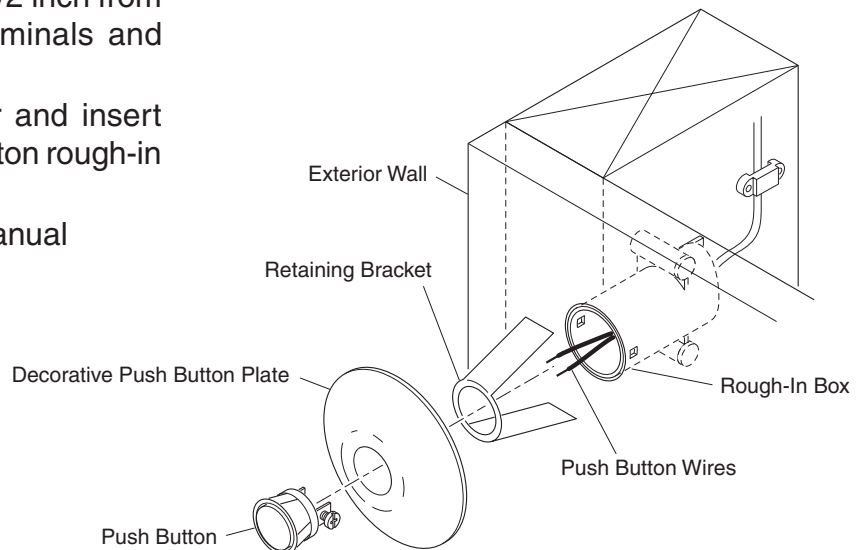

Figure 3
7. Press push button into front of decorative push button plate until flush with plate. Press retaining bracket onto rear of push button until flush with back of decorative plate as shown in Figure 3.
7. Insérez le bouton-poussoir dans la plaque décorative jusqu'à ce qu'il soit au niveau de la plaque. Placez les supports de fixation à l'arrière du bouton-poussoir jusqu'à ce qu'ils soient au niveau de l'arrière du bouton-poussoir, comme illustré dans la Figure 3.